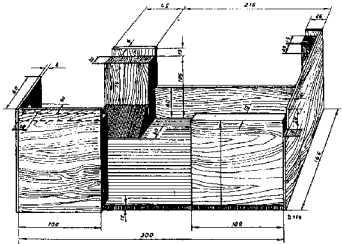

Fig. 1
- a. Plaats het chassis nooit op de kop; een deuk in de spoelbussen zou de zelfinductie nadeelig beïnvloeden. Gebruik echter steeds een montagebankje volgens fig. 1. Deze bankjes kan men zelf maken of bij Philips bestellen Code No. 09.990.930.